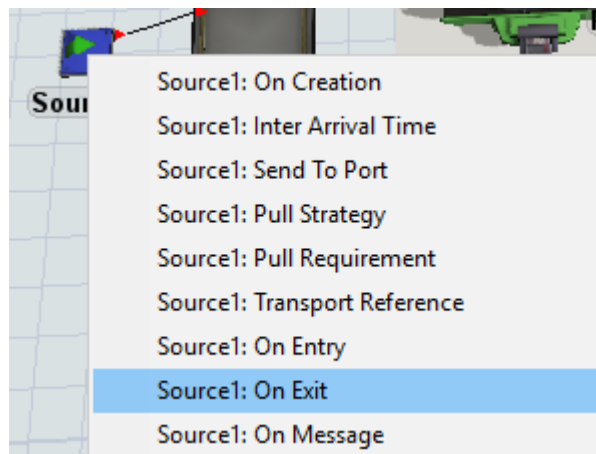

Figura 9- Referenciar Source
- Clique no ponto de exclamação ao lado do OnSourceExit, com o conta gotas, vá no modelo 3D, clique sobre o source e escolha OnExit (Figura 9).